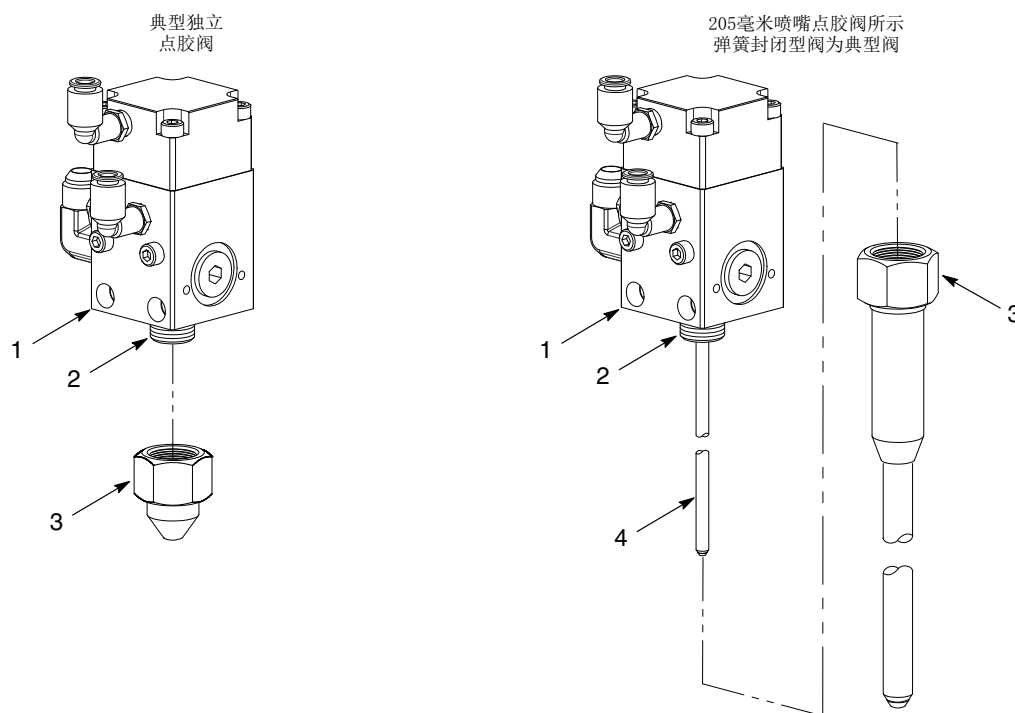

图 8 清洁堵塞的喷嘴
4. 详见图8。执行下列步骤：
- a. 小心地拆下点胶阀 (1) 上的喷嘴 (3)。
- b. 使用兼容的溶剂清洁喷嘴 (3) 和点胶阀螺纹 (2)。
- c. 使用兼容的溶剂清洁弹簧封闭型和205毫米喷嘴点胶阀上的活塞杆 (4)。